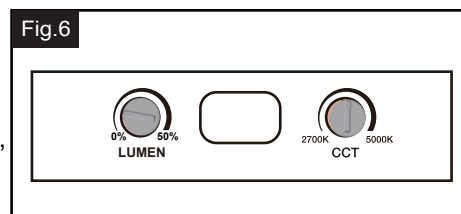

Fig. 6
**Nota: Puede ajustar el brillo de nivel bajo (0 ~ 50 %) y el color CCT (2700K ~ 5000K) usando la perilla de brillo de nivel bajo (0 ~ 50 %) y la perilla de color CCT (2700K ~ 5000K) en la placa trasera. (Vea la Fig. 6)**
**Nota: Puede ajustar el color CCT (2700K ~ 5000K) usando la perilla de color CCT (2700K ~ 5000K) en la placa trasera. (Vea la Fig. 6)**